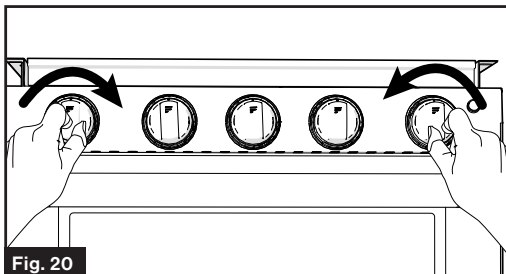

Fig. 20
- Mantenga presionada la perilla de control del horno y gire la perilla de encendido hacia la derecha repetidamente hasta que se encienda el quemador. (Fig. 20)